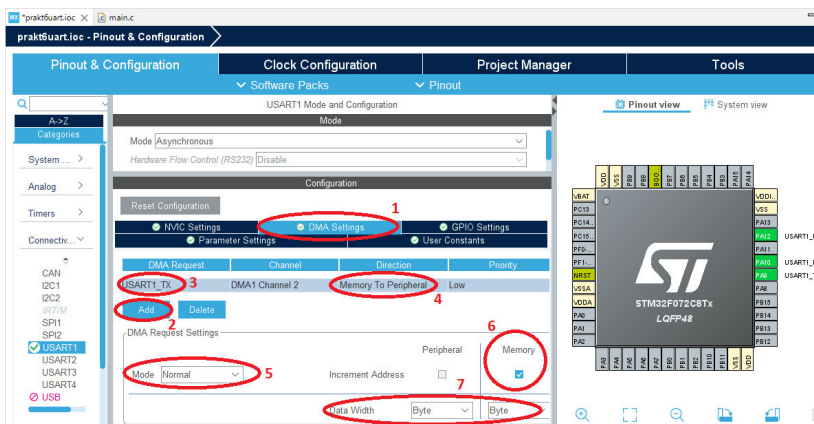

Рис. 4.8. Налаштування DMA для передачі даних в USART
2. Активувати використання DMA для передачі (рис. 4.8). Для цього на вкладці «DMA Settings» додати канал DMA з пам'яті в периферію (запит USART1_TX).